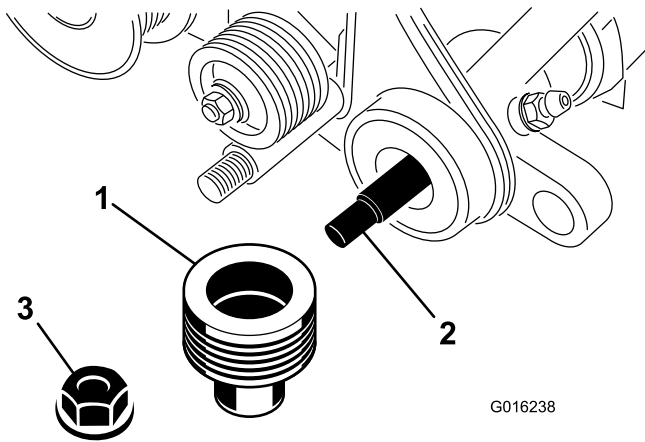

Bild 6
6. Entfernen Sie die Sicherungsbundmutter, mit der die Antriebsriemenscheibe am Ende der Groomerwelle befestigt ist (Bild 6). Nehmen Sie die Riemenscheibe ab.